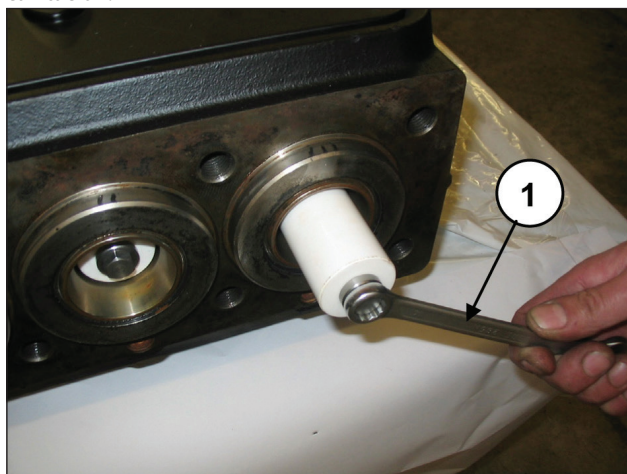

Fig. 156
Desmontar los pistones aflojando los tornillos de fijación (pos. ①, Fig. 156).